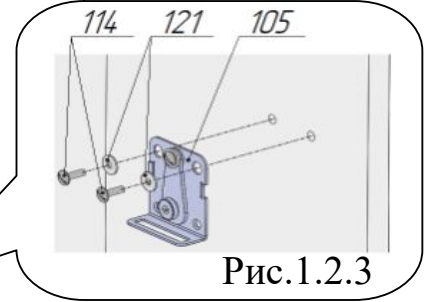
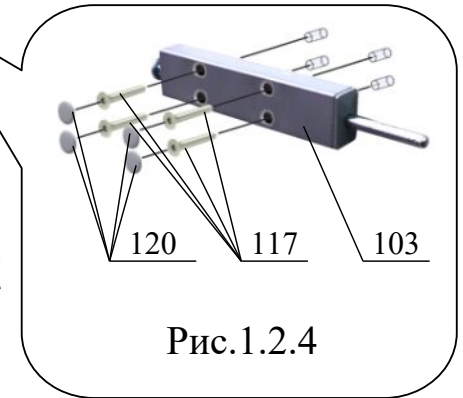
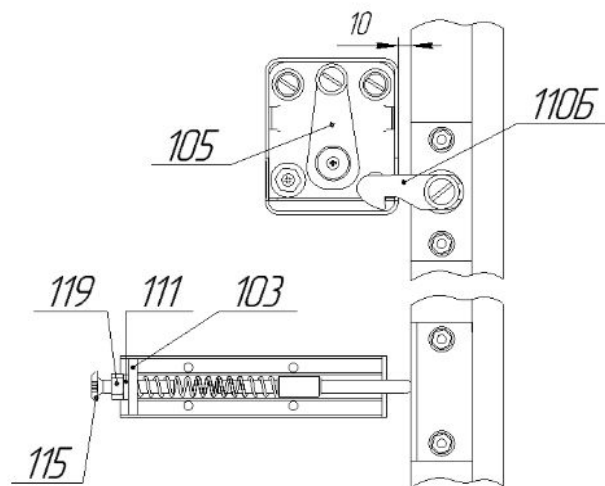

Рис.1.2.3
Рис.1.2.4
Рис.8
ВЫБЕРИТЕ СТОРОНУ, С КОТОРОЙ ВАМ БУДЕТ УДОБНЕЕ ОТКРЫВАТЬ КРОВАТЬ. С ЭТОЙ СТОРОНЫ УСТАНОВЛИВАЙТЕ МЕХАНИЗМ ФИКСАЦИИ ПОЗ.105 И КОРПУС ТОЛКАТЕЛЯ ПОЗ.103 С ДЕТАЛЯМИ (РИС.1.2.3, 1.2.4). ДАЛЕЕ БУДЕТ ОПИСАНИЕ СБОРКИ С УСТАНОВКОЙ МЕХАНИЗМА ПОЗ.105 И КОРПУСА ТОЛКАТЕЛЯ ПОЗ.103 С ПРАВОЙ СТОРОНЫ КОРОБА.
К панели поз.42 присоединить механизм фиксации поз.105, используя винты поз.114, шайбы поз.121 (рис.1.2.3). Присоединить к панели поз.42 толкатель поз. 103, (рис.1.2.4 и рис.8). Для закрепления к коробу использовать винты поз.117. На головки винтов поз.117 установить заглушки поз.120 (рис.1.2.4).
9. Отрегулировать упор, установленный по рис.1.2.4. Для этого поднять раму кровати в вертикальное положение. Надавить на раму в области установленного механизма фиксации поз.105. Вращением винта М8х45 поз.115 добиться, чтобы рама кровати не доходила до касания с механизмом фиксации поз.105 (рис.8) 10мм. Придерживая от вращения винт поз.115, затянуть гайку поз.119 до упора так, чтобы шайба поз.111 оказалась прижата к корпусу толкателя поз.103.
Надавить на верхний угол рамы кровати около механизма фиксации поз.105 до зацепления собачки поз.110Б за механизм фиксации поз.105 (рис.8).